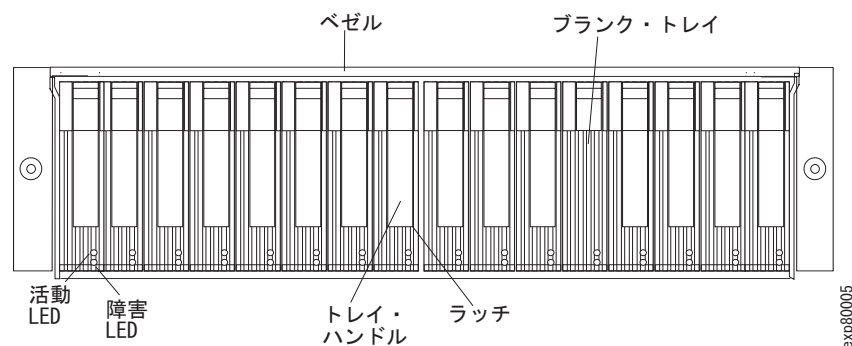

図 81. ホット・スワップ E-DDM LED
2. 図 81 に示される障害 LED を確認します。いずれかのこはく色の LED が点灯している場合は、185 ページの『問題の解決』を参照してください。